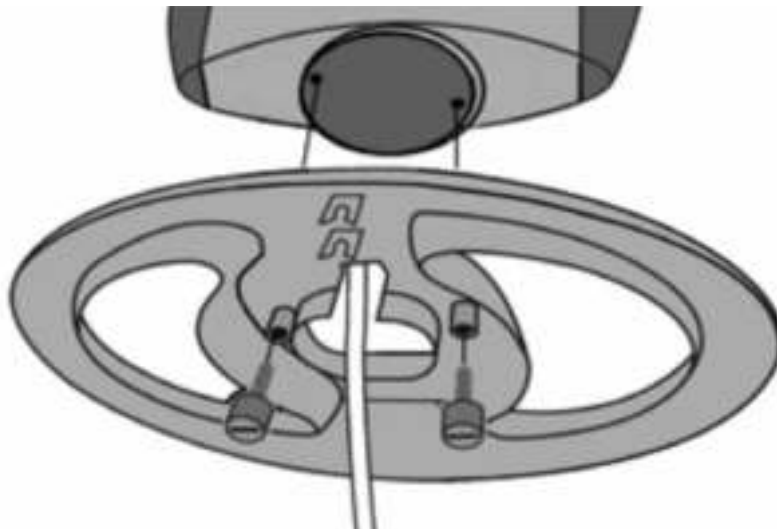

Imagen 3.
- b. Monte el soporte en la parte inferior de la estufa y sujételo utilizando los dos tornillos suministrados apretándolos con la mano. Véase la imagen 3.